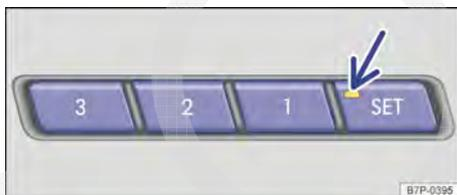

Fig. 108 Na região superior do revestimento da porta do condutor e do passageiro dianteiro: botões de memória dos ajustes do banco.
- Pressionar o botão  → Fig. 108 até que o LED se acenda (seta).
- Dentro de aproximadamente 10 segundos, pressionar o botão da memória 1, 2 ou 3 → Fig. 108. O LED se apaga em um sinal de gongo confirma a gravação.
- Pressionar o botão  → Fig. 108, até que o LED se acenda (seta).
- Pressionar o botão da memória desejado 1, 2 ou 3 → Fig. 108 brevemente na porta do condutor.
- Pressionar novamente o botão **SET** → Fig. 108 dentro de aproximadamente 10 segundos.
- Ajustar novamente a posição do banco dentro de aproximadamente 10 segundos após o acionamento do botão **SET** → Fig. 108.
- Com a porta do condutor *aberta* e a ignição *desligada*, as posições salvas podem ser acedadas e automaticamente ativadas. Para isso, tocar o botão da memória desejado **1**, **2** ou **3** → Fig. 108 *brevemente* na respectiva porta do veículo. Após aproximadamente 10 minutos, as posições salvas *não* podem mais ser ativadas automaticamente.
- Manter o botão **SET** → Fig. 108 pressionado.